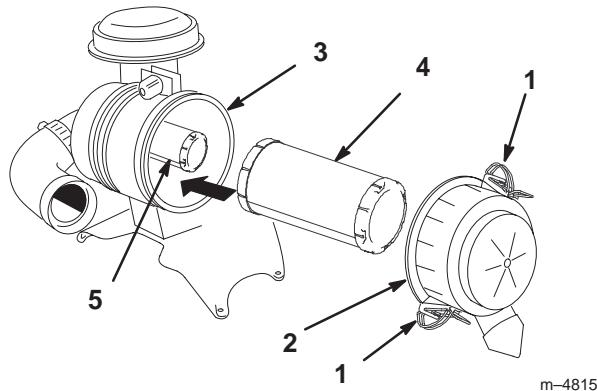

Figure 38
3. Dégagez les fixations du filtre et ôtez le couvercle du corps du filtre (Fig. 38).
5. Sortez l'élément primaire du corps du filtre avec précaution (Fig. 38). Évitez de cogner l'élément à l'intérieur du corps.
2. Si vous remplacez l'élément de sécurité, insérez-le avec précaution dans le corps du filtre (Fig. 38).
3. Installez ensuite l'élément primaire sur l'élément de sécurité avec les mêmes précautions (Fig. 38). Assurez-vous qu'il est bien engagé en appuyant sur le rebord extérieur de l'élément quand vous l'installez.
4. Reposez le couvercle, le côté portant l'inscription UP étant tourné vers le haut, et verrouillez les fixations (Fig. 38).